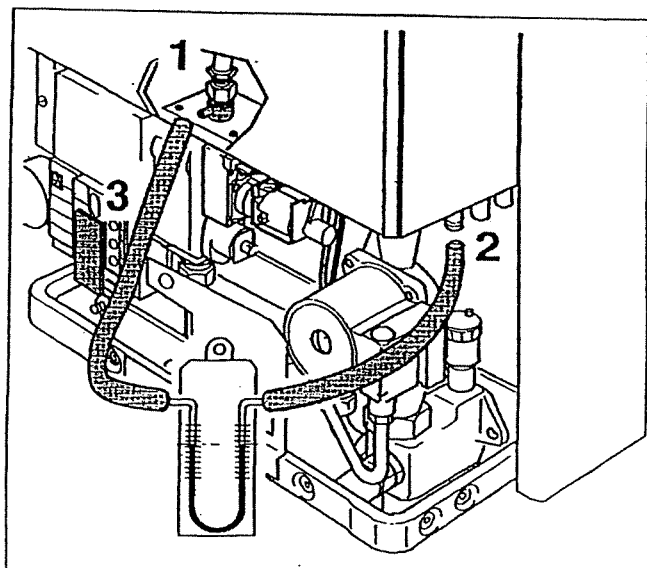

Fig. 44 Nipples di misura per la pressione del bruciatore
- ◆ Aprire di due giri il tappo a vite del nipples di misura (Fig. 44, punto 1).
- ◆ Aprire di due giri il tappo a vite del punto di misura di compensazione (Fig. 44, punto 2).
- ◆ Togliere il coperchio del 2° livello di servizio (Fig. 44, punto 3).